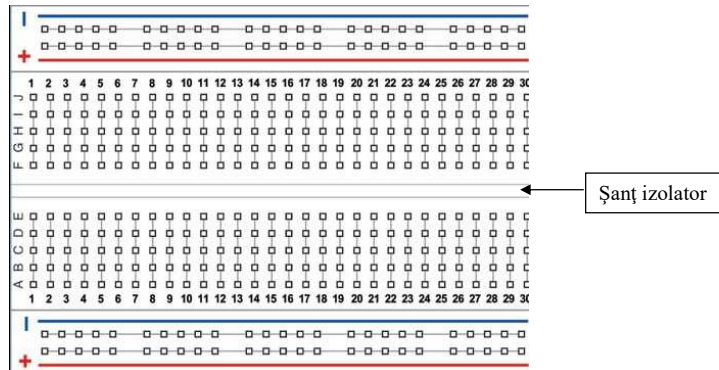

Figura 12: o linie care unește mai multe găuri semnifică interconectarea electrică a acestora
- găuri dintr-un grup de 5 aflate în zona centrală a plăcii, pe una din părțile „șanțului izolator” care împarte placa în două, de exemplu A5 cu C5 pe figura 12 – trebuie să sune;